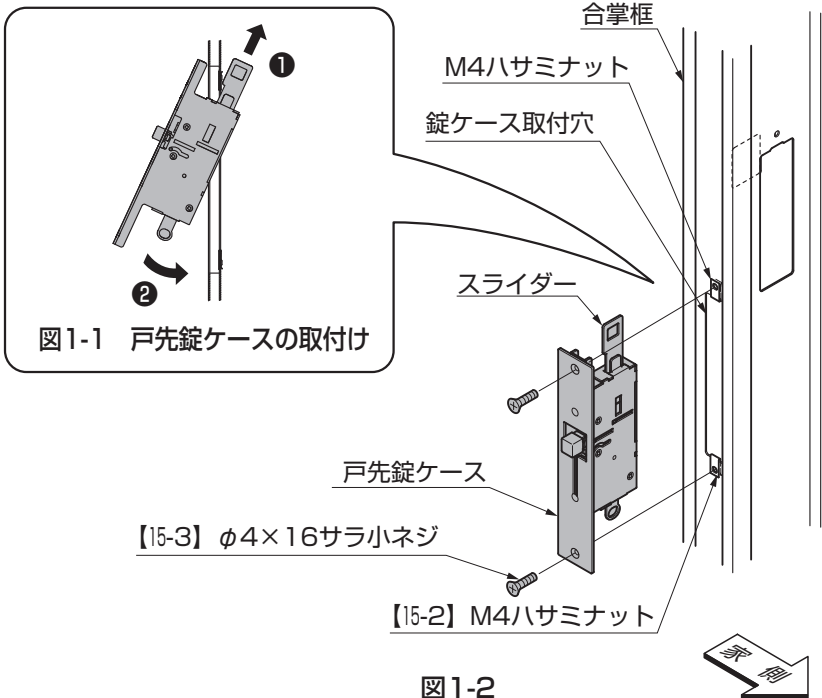

図1-2
- ①合掌框に【15-2】を差込んでください。
- ②合掌框の錠ケース取付穴に戸先錠ケースを入れて、【15-3】で取付けてください。(図1-1、図1-2参照)